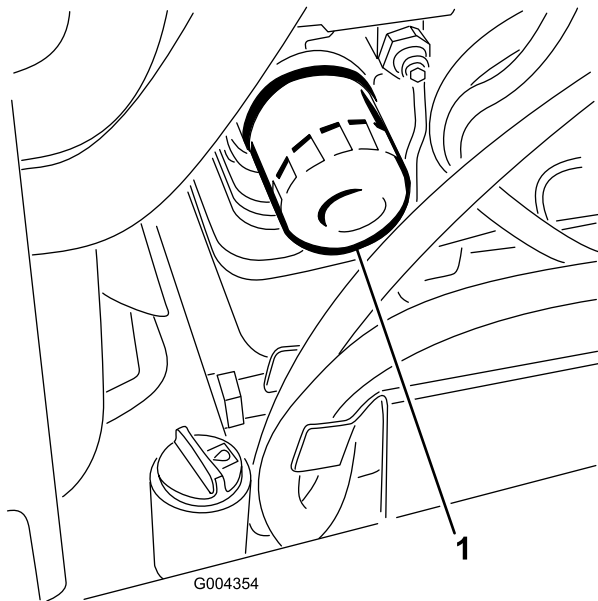

Figure 44
3. Déposez le filtre à huile (Figure 44).